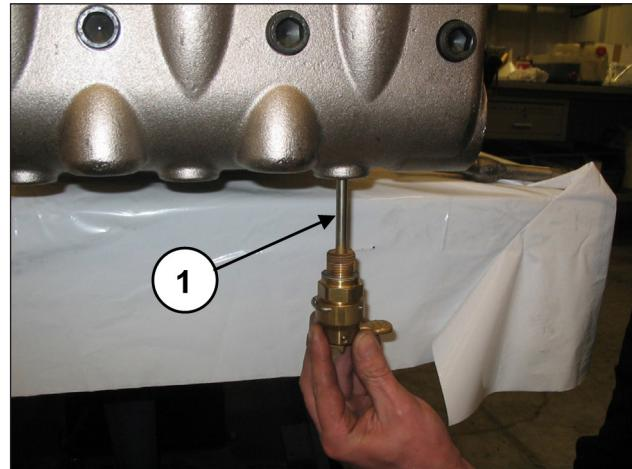
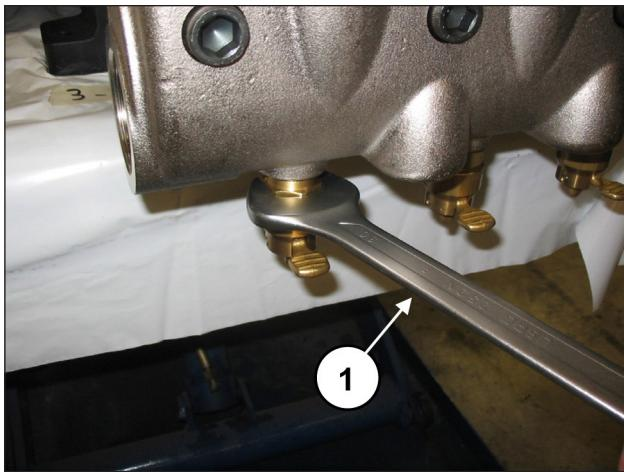

图 119
图 120
安装阀门打开装置(位置①, 图 119)并通过30毫米扳手(位置①, 图 120)拧紧。